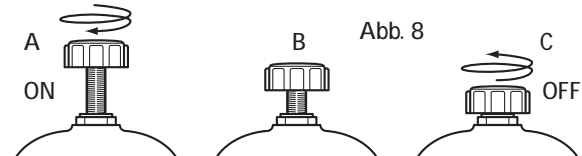

Abb. 8
- Schrauben Sie den Bypassknopf oben auf dem Dosierer völlig los (Abb. 8-A), der Dosatron ist nun in Betrieb und dosiert Produkt zu.
- Schrauben Sie den Bypassknopf vollständig fest (Abb. 8-C), der Dosatron stoppt (kein Betriebsgeräusch mehr) und saugt kein Produkt mehr an. Das Wasser läuft nach wie vor durch das Dosiergerät.
Achtung: Die mittlere Stellung ist die Entlüftungsposition (Abb. 8-B).